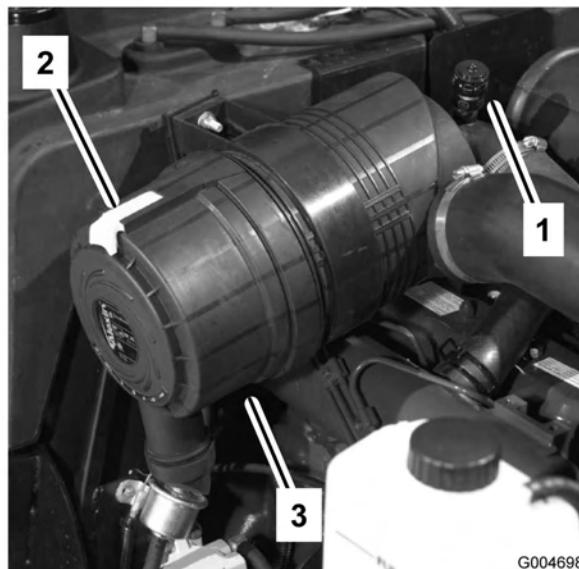

Figura 46
- Tirate il fermo verso l'esterno e ruotate il coperchio del filtro in senso antiorario (Figura 46).
7. Montate il coperchio con la valvola di uscita in gomma (Figura 46) disposta in giù, in una posizione tra le ore 5 e le ore 7 vista dall'estremità. Fissate il fermo.